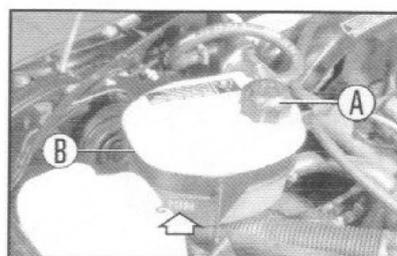

fig. 13
A verificação do nível do líquido de arrefecimento deve ser feita com o motor frio: deve situar-se a acima da marca **MIN** e não passar da marca **B** evidenciada na fig. 13.
**Não abra a tampa A fig. 13, quando o motor estiver quente; faça-o somente com o motor frio.**